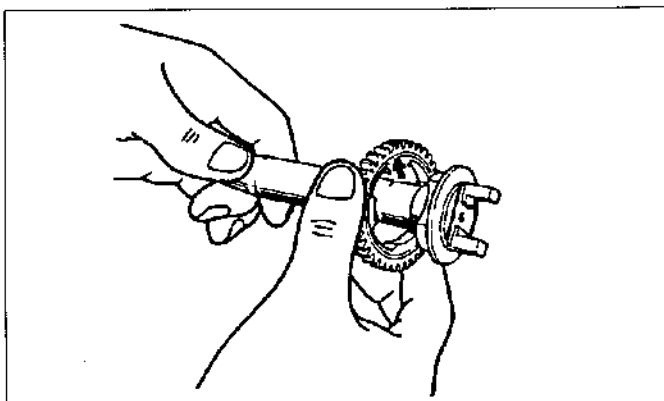
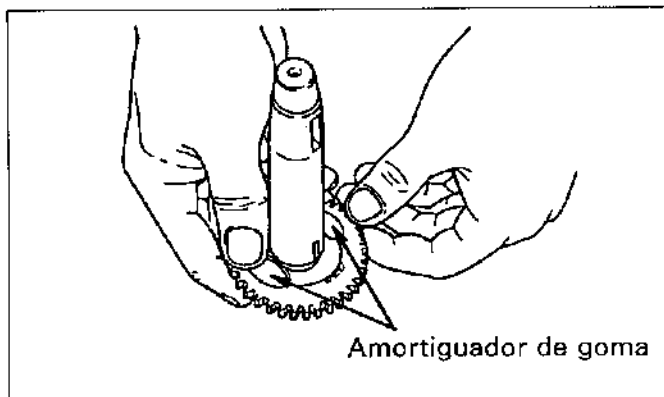

Figura.14-7 Dirección correcta del engranaje
Figura.14-8 Amortiguadores del eje impulsor
(1) Ponga el engranaje impulsor del regulador en el eje impulsor con el lado uniforme del engranaje hacia el extremo roscado del eje impulsor. El lado graduado del engranaje se encara al extremo macizo de impulsión del eje. (Vea la figura.14-8) Alínee los espacios abiertos del engranaje con los del eje impulsor y presione las juntas amortiguadoras de goma a la apertura con la mano. (Vea la figura.14-7)